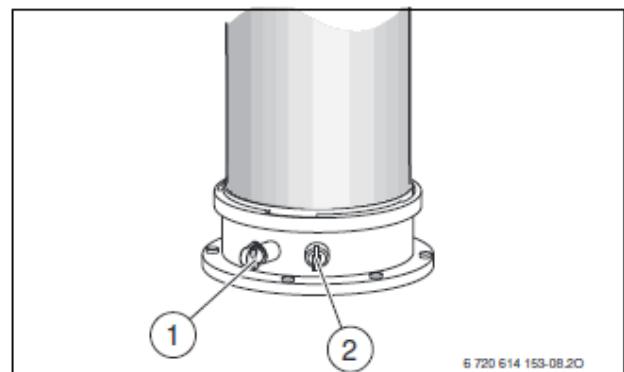

Bild 46
- ▶ Stopfen am Verbrennungsluft-Messstutzen [2] entfernen (→ Bild 46).
- ▶ Stopfen am Abgasmessstutzen [1] entfernen (→ Bild 46).